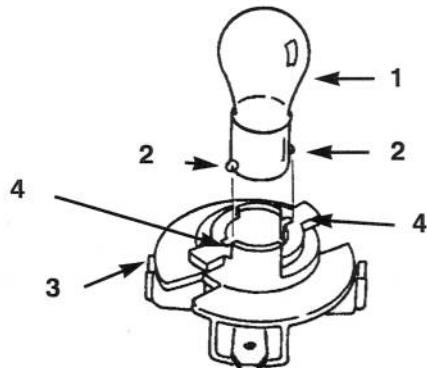

Fig. 19
4. Spingete la lampada e fatela girare in senso antiorario fin quando si ferma (circa 1/4 di giro), quindi toglietela dal portalampada (Fig. 19).
1. Lo zoccolo della lampada è provvisto di spine metalliche. Allineate le spine con le guide nel portalampada, ed inserite lo zoccolo nel portalampada (Fig. 19). Spingete la lampada e giratela in senso orario fin quando non si ferma.